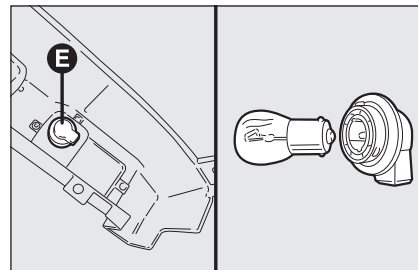

fig. 30d
- faire tourner la douille **E** dans le sens antihoraire (1/8 de tour), extraire l'ampoule à baïonnette en la pinçant légèrement et la faire tourner dans le sens antihoraire, ensuite la remplacer fig. 30d.